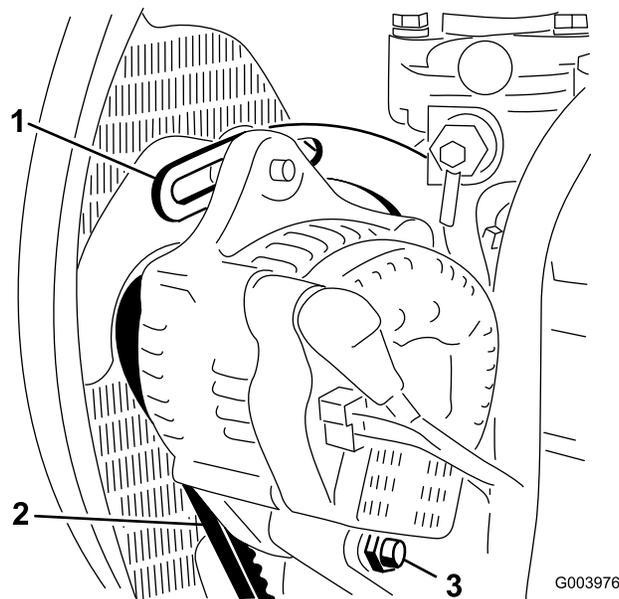

Рисунок 67
- Проверьте натяжение ремня генератора, надавив на него (Рисунок 67) посередине между шкивами генератора и коленчатого вала с усилием 10 кг.
- Ослабьте болт крепления скобы к двигателю (Рисунок 67), болт крепления генератора к скобе и болт оси поворота.